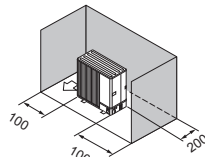

Fig. 2-8
- (3) Obstruções ou superfícies fechadas apenas na parte de trás e nos lados (Fig. 2-8)